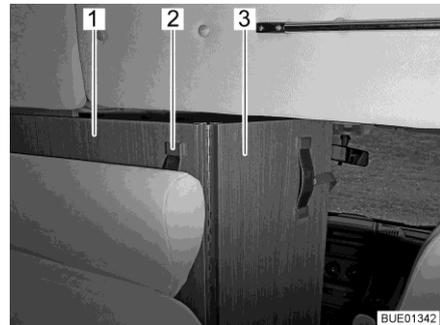

Fig. 53 Séparation pour la cabine de conduite
- Saisir le ruban-poignée (Fig. 53,2) de la séparation pour la cabine de conduite (Fig. 53,1) et la tirer vers l'intérieur jusqu'à ce que le bord de la séparation se trouve approximativement à hauteur du dossier de la banquette (Fig. 53).
- Déplier la partie rabattable de la séparation pour la cabine de conduite (Fig. 53,3) entre les sièges de la cabine de conduite.